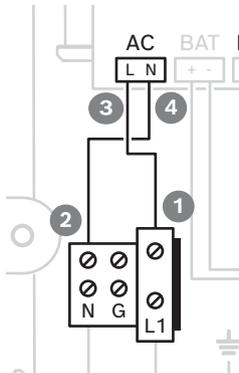

Figura 3.2: Conexões do indicador LED
4. Conecte o fio marrom simples na posição 3, marcada com L (Figura 3.2).
5. Conecte a outra extremidade do fio marrom na posição 1 (Figura 3.2).
6. Conecte o fio azul simples na posição 4, marcada com N (Figura 3.2).
7. Conecte a outra extremidade do fio azul na posição 2 (Figura 3.2).
2. Conecte o fio neutro no terminal N (Figura 3.2).
3. Conecte o fio de fase no terminal L1 (Figura 3.2).